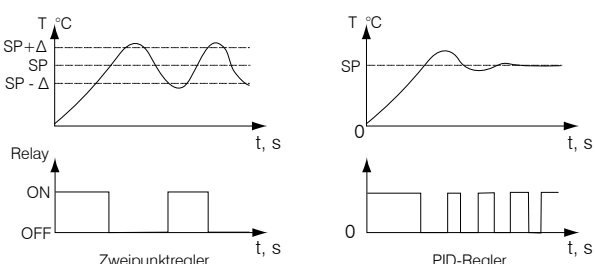

Abb. 1. Regelung
- Zweipunkt- oder PID-Regelung (siehe Abb. 1)